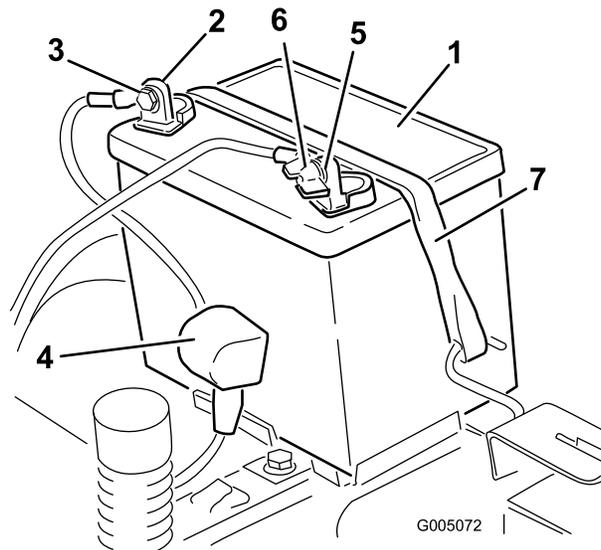

Figura 44
4. Desconecte el cable negativo de tierra (negro) del borne de la batería (Figura 44). Guarde todos los herrajes.
5. Deslice hacia arriba la cubierta de goma del cable positivo (rojo). Desconecte el cable positivo (rojo) del borne de la batería (Figura 44). Guarde todos los herrajes.
6. Retire la correa de sujeción de la batería (Figura 44) y levante la batería para retirarla de su bandeja.
1. Coloque la batería en la bandeja (Figura 44).
5. Fije la batería con la correa de sujeción (Figura 44).